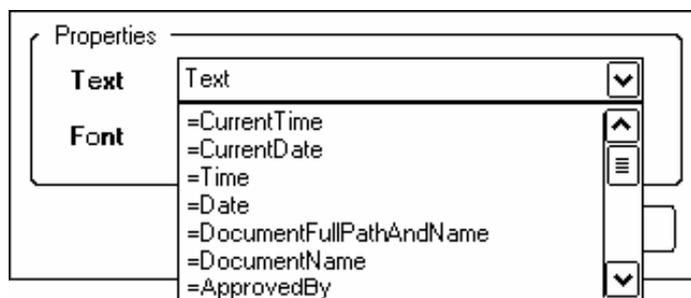

Рис. 4.5
10. В поле Properties окна редактирования текста щелчком мыши развернуть выпадающий список в строке Text (рис. 4.5). В списке представлены “специальные строки” – имена реквизитов из поля параметров документа, с предшествующим им знаком равенства.